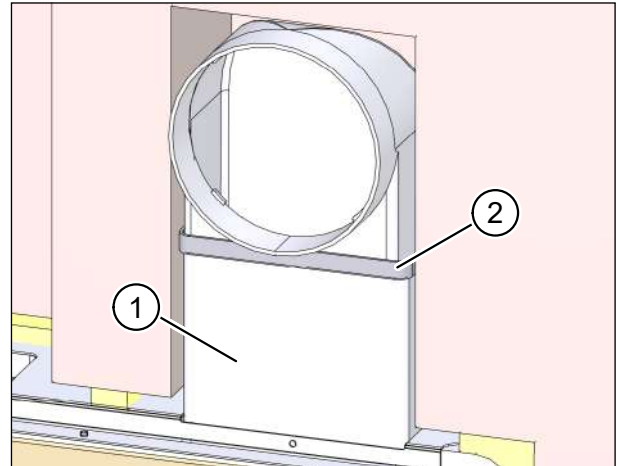

Abb. 27: Flachkanalverbindungen mit Dichtband fixieren
- ▶ Setzen Sie ein Formstück, z. B. den Flachkanal-Verbinder M-WRG-FK-V, Art.-Nr. 200114 (Pos. 1 in Abb. 27), in die Öffnung am Mauerkasten ein.
- ▶ Setzen Sie das erste Teilstück des Flachkanals in das Formstück, z. B. den Flachkanal-Verbinder M-WRG-FK-V, Art.-Nr. 200114, am Mauerkasten ein und dichten Sie die Verbindungsstelle mit Dichtband ab (Pos. 2 in Abb. 27).